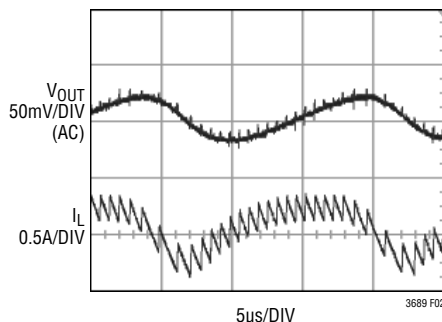

図2. $V_{IN(PS)}$ を超えた動作。 $V_{IN} = 24V$, $V_{OUT} = 1.8V$ および $f_{SW} = 1.5MHz$ 。出力リップルとピーク・インダクタ電流が増加
11.3Vです。24Vでの動作を図2に示します。出力リップルとピーク・インダクタ電流が大きく増加しています。インダクタが飽和すると性能がさらに低下することがあります。30Vを超える入力電圧では、インダクタのサイズと飽和定格に制約があります。詳細については、「インダクタの選択」のセクションを参照してください。パルス・スキップ・モードでは、LT3689はスイッチング・パルスをスキップして、出力のレギュレーションを維持します。38V (標準)より上では、スイッチングが停止します。60Vまでの過渡はスイッチング周波数に関係なく許容できます。